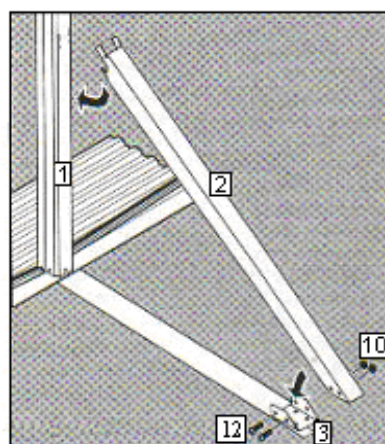

fig. 9
- Empuje el contra fuerte (2) hacia delante hasta que las cuatro pestañas se vean por el interior de la columna vertical (1), al mismo tiempo, mueva el extremo inferior del contra fuerte hacia la placa ángulo (3) situado en el tensor de la base, encaje la placa ángulo (3) dentro del contra fuerte (2).
- Atornille el contra fuerte (2) a la placa inferior (3) mediante dos tornillos (12) y sus correspondientes tuercas (11). No apriete en exceso, tan solo lo justo para asegurar un anclaje seguro, fig. 9.